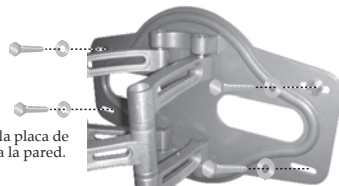

Fig. 1 – Fije la placa de pared a la pared.
5. Place the mount back against the wall and secure it using the Lag Bolts (Q) and Lag Bolt Washers (R) provided (see Fig. 1). Do not over-tighten these bolts and do not release the mount until all bolts are in place.
- Coloque el montaje nuevamente contra la pared y asegúrelo con los Pernos de fijación (Q) y las Arandelas para pernos de fijación (R) suministrados (vea la Fig. 1). No apriete demasiado estos pernos y no suelte el montaje hasta que no se hayan colocado todos los pernos.